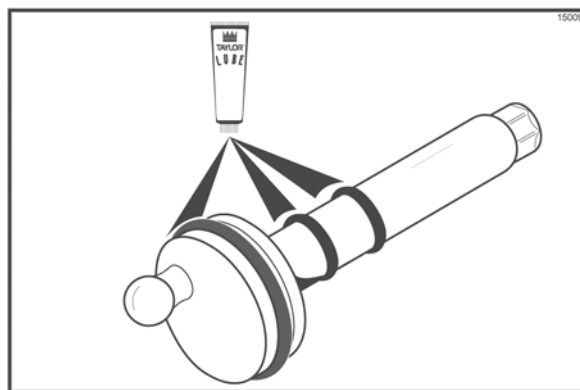

Figura 12
13. Coloque la junta tórica negra grande y las dos juntas tóricas negras pequeñas en el eje motor. Lubrique bien las juntas tóricas y el eje. NO lubrique el extremo hexagonal del eje. (Vea la figura 12.)